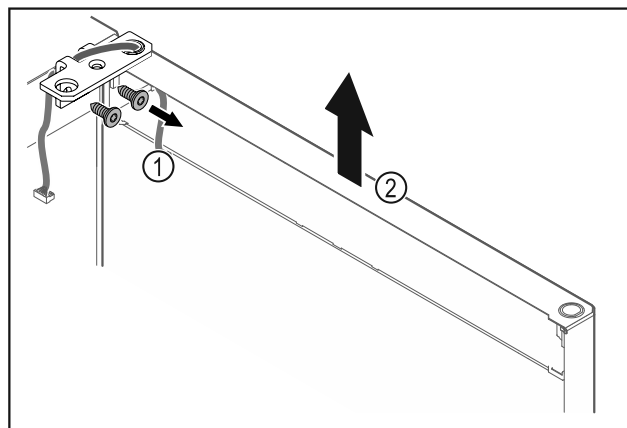

Fig. 14
- Desatornillar la escuadra de bisagra Fig. 14 (1).
- Levantar la puerta junto con la escuadra de bisagra Fig. 14 (2) aproximadamente 200 mm recta hacia arriba y retirar.